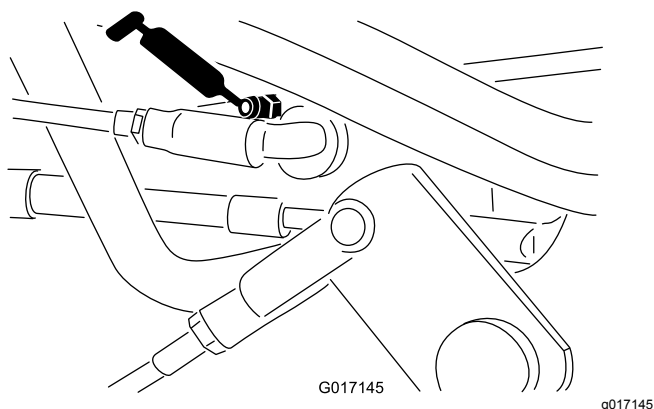

Figura 44
- Articulação do seletor de velocidade (Figura 43 e Figura 44)